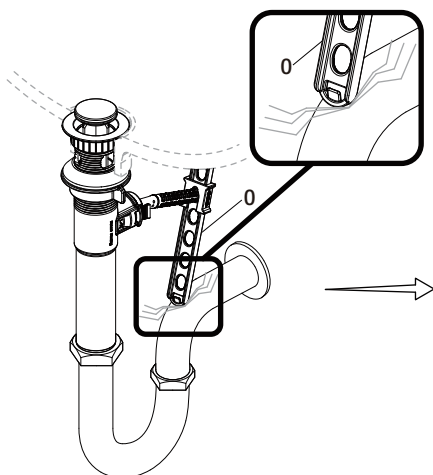

Fig. 1
- Si la correa de la varilla de elevación (O) sobresale tanto que interfiere con tu instalación, como se muestra en la Fig 1, la varilla de elevación (O) puede recortarse.